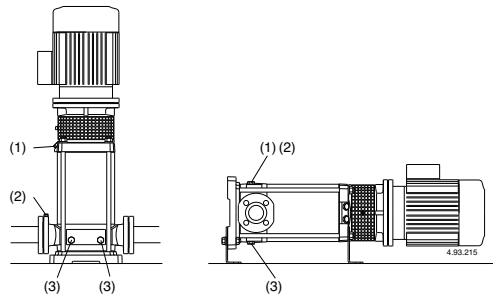

Fig. 3 (1) Fyllning samt luftskruv
Om den sugande funktionen upphör (tryckmanometern svänger eller om trycket minskar/ökar) se till att alla röranslutningar på sugsidan är täta, repetera avluftningen på sugsidan (2), se till att avluftningsskruven (2) samt dräneringspluggen (3) är täta på sugsidan (**fig. 3**).
För att förlänga livslängden skall pumpen som vid pumpning av förorenade vätskor köras med en ren vätska efteråt för att avlägsna partiklar eller, efter dränering genomförs rengöring genom att rent vatten (minst 40 liter) hälls in genom fyllnadspluggen (1) på trycksidan tills det kommer ut genom dräneringshålet (3) på sugsidan (**fig. 3**).
När pumpen ej användes skall denna avtappas helt om frysrisk föreligger. Avlägsna bägge pluggarna (14.12), (position 3, **fig 3**).
Före demontering skall alla ventiler stängas samt pumpen avtappas helt på vätska (**fig. 3**).